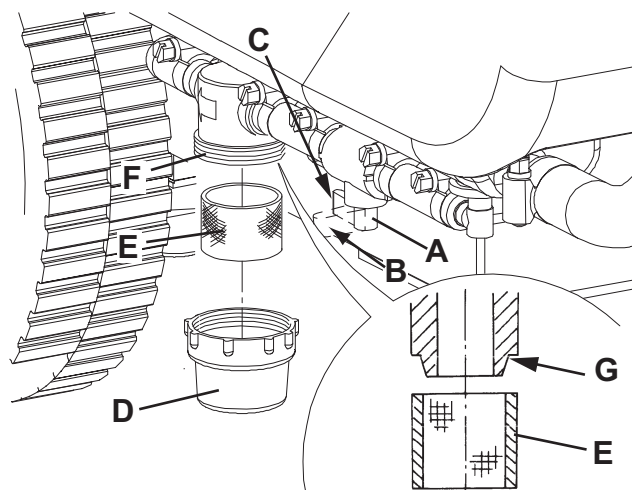

Рис. 9
3. Закройте кран раствора (A, Рис. 9) под машиной позади правого заднего колеса. Кран (A) закрыт, когда находится в положении (B), и открыт, когда находится в положении (C).
4. Снимите прозрачную крышку (D), затем удалите сетку фильтра (E). Очистьте и установите их на стойке (F).